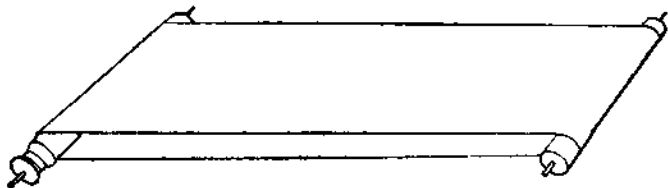

图 15
9. 传送带与传动绳：用相应大小的细纱绳或橡皮圈作传动绳，把主动轮和滚轴相接。细纱绳或橡皮圈置于轴与轮的凹槽中。另用宽 40 毫米左右的布条，把两根滚轴围住，用针把接头缝好，缝痕要平贴，套在两根轴上(图 15)。这样电动